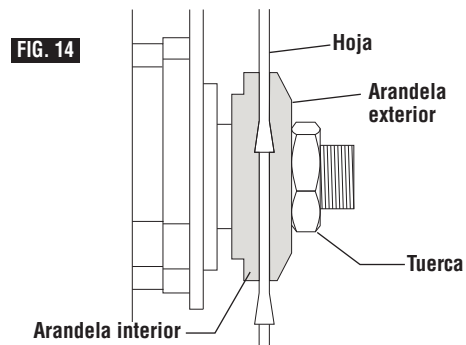

FIG. 14
- Instale la pestaña contra la hoja y enrosque la tuerca del eje portaherramienta tanto como se pueda con la mano. Asegúrese de que la hoja esté al ras contra la pestaña interior de la hoja (Fig. 14).